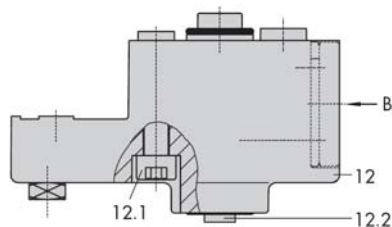

图 5 · 直接装配-240、350 和 700cm² 的 3277 型气动执行器的信号压力连接
1. 将安装夹具 (3) 装到执行器杆上，对齐并用螺钉拧紧固定，并确保螺钉拧在执行器杆的凹槽里。
2. 安装底板。将底板 (10) 切口的狭窄侧 (图 5, 左边) 指向信号压力连接处。确保粘合的垫片 (14) 放好在执行器支架上。
3. 对于 700cm² 的执行器，将定位器背面的反馈杆 **M** (1) 上的连接销钉 (2) 从位置 **35** 处取下，再连接到销钉位置 **50** 处并固定。
6. 以垫圈 (16) 在连接块 (12) 侧面的突出部做标记，确认所选的执行器故障-安全动作“执行器杆伸出”或“执行器杆缩回”的相应的符号是否已对准标记。若需要调整，取下三颗固定螺钉和盖子，将垫圈 (16) 旋转 180 度。旧型号的连接块 (图 5, 底部) 要求旋转切换板 (13)，使相应的执行器故障-安全动作符号对准标记。
7. 把连接块 (12) 及连带的密封环，对准定位器和气动执行器支架。用固定螺钉 (12.1) 拧紧固定。对于故障-安全动作“执行器杆缩回”的执行器，还需取下丝堵 (12.2) 并安装外接信号管。
8. 在支架另一侧安装盖板 (11)。确保排气塞向下，以便在控制阀安装后能排出可能出现的冷凝水。
FA: 拆下连接块上的丝堵 12.2（15 页图 5），安装接头和连接管到弹簧室的排气接口。